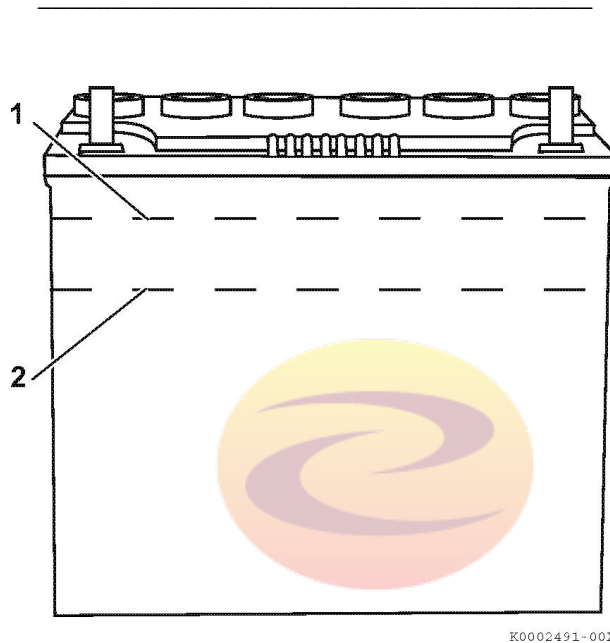

Рисунок 23
- Если уровень электролита приблизился к нижнему пределу (рисунок 23 (2)), открутите пробки аккумуляторной батареи и долейте дистиллированной воды, чтобы уровень электролита поднялся до верхней максимальной отметки (рисунок 23 (1)). Несоблюдение этой рекомендации и эксплуатация аккумуляторной батареи с недостаточным уровнем электролита приведет не только к сульфатации пластин и сокращению срока службы аккумулятора, но может также привести к перегреву и взрыву батареи. В течение летнего периода, проверяйте уровень электролита чаще, чем это указано в руководстве.